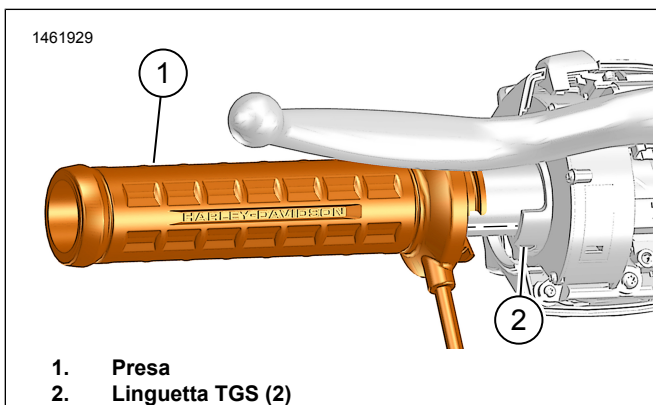

Figura 5. Aggancio TGS
1. Vedere la figura 5. Installare la manopola.
- a. Allineare le linguette Sensore della manopola dell'acceleratore (TGS) (2) negli spazi della manopola (1).
- b. Collocare la manopola (1) in posizione.